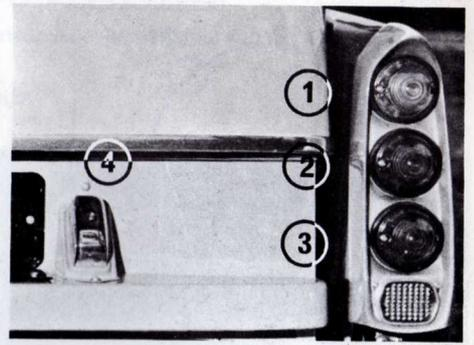

Fig. 41 - Feux arrière
Déposer le couvercle transparent (2 vis à dévisser) (v. fig. 41).
- **Arrière (Fig. 41).**